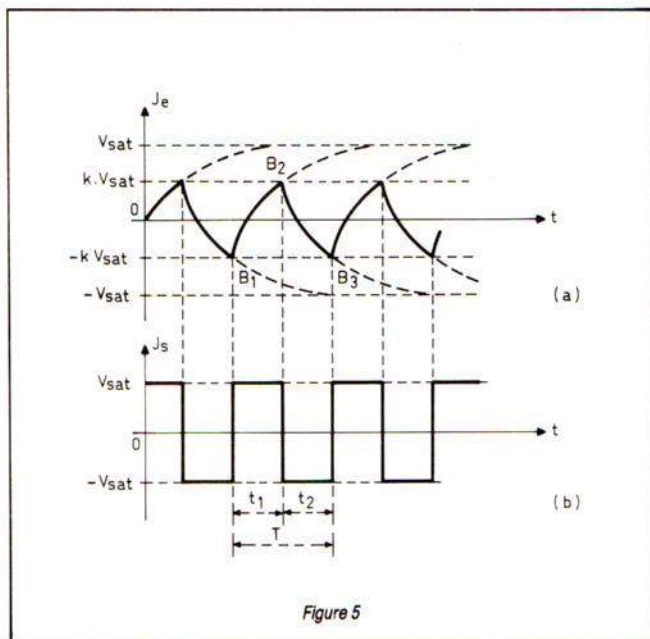

Figure 5
B. - 1° Supposons qu'à l'instant initial  $v_e = 0$  (condensateur déchargé) et  $v_s = +V_{sat}$  (saturation positive). Le condensateur se charge alors à travers  $R_o$  et sa tension tend vers  $+V_{sat}$  (fig. 5-a).
On observe une nouvelle charge du condensateur à travers  $R_o$ , et le cycle recommence. Le montage réalisé est bien celui d'un oscillateur de relaxation délivrant des signaux en créneaux (fig. 5-b).
On détermine la constante d'intégration  $A$  en écrivant que  $v_e(0) = -k \cdot V_{sat}$  au début de la saturation positive [point  $B_1$  sur la figure 5-a]. Donc :
A la fin de la saturation positive [point  $B_2$  de la figure 5-a], dont la durée est  $t_1$ , on a :  $v_e(t_1) = k \cdot V_{sat}$
De la condition initiale  $v_e(0) = k \cdot V_{sat}$  [point  $B_2$  de la figure 5-a], on tire :
À  $t = t_2$ , on doit avoir  $v_e(t_2) = -k \cdot V_{sat}$  [point  $B_3$  de la figure 5-a].